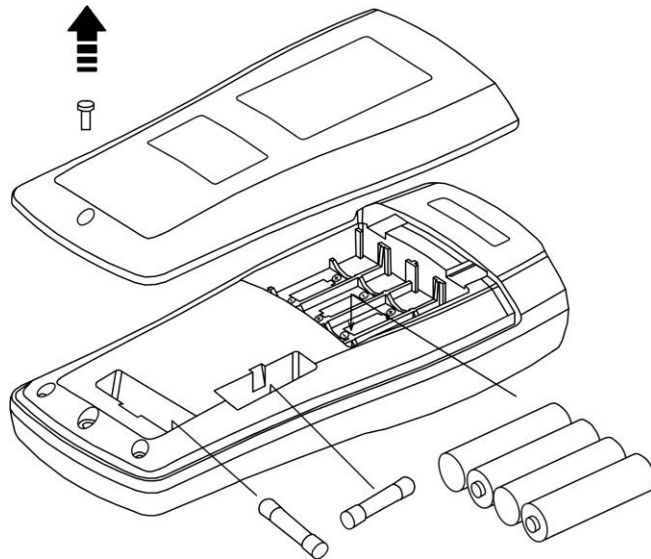

Fig. 11 : Remplacement des piles et des fusibles internes
3. Enlever les piles et en introduire autant du même type (voir la § 6.1.3) en respectant la bonne polarité et replacer ensuite le logement de la batterie (voir la Fig. 11). Utiliser les conteneurs spécialement prévus pour l'élimination des piles.